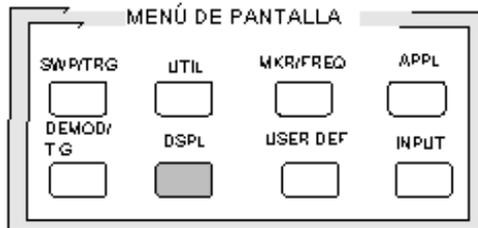

Figura 18. Menú de pantalla.
6. Menú de pantalla (DSPL), Figura 18. Las diferentes opciones que aparecen al seleccionar este menú se muestran en la Tabla 6.